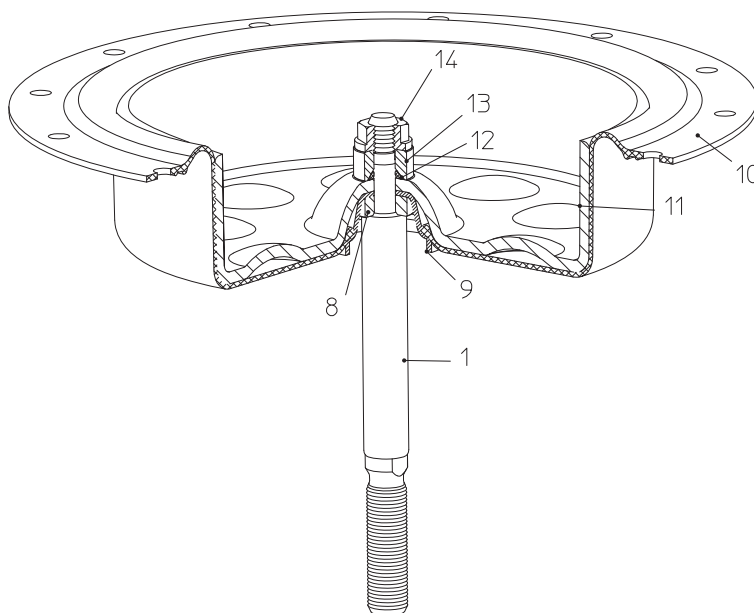
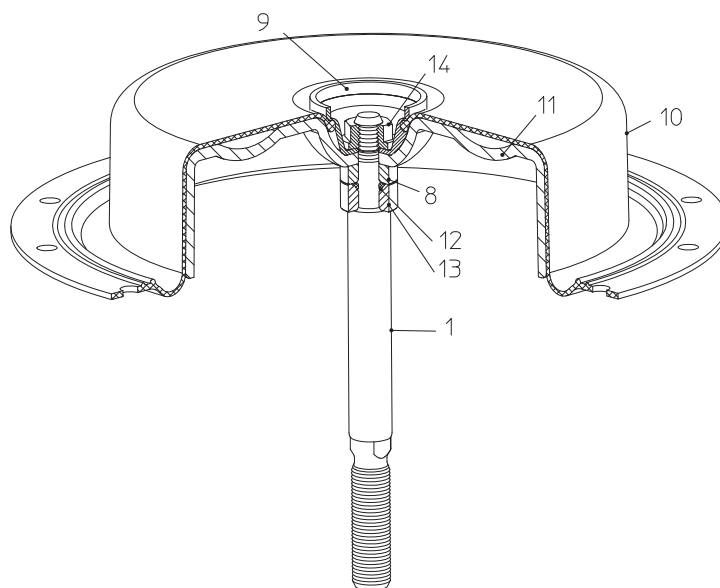
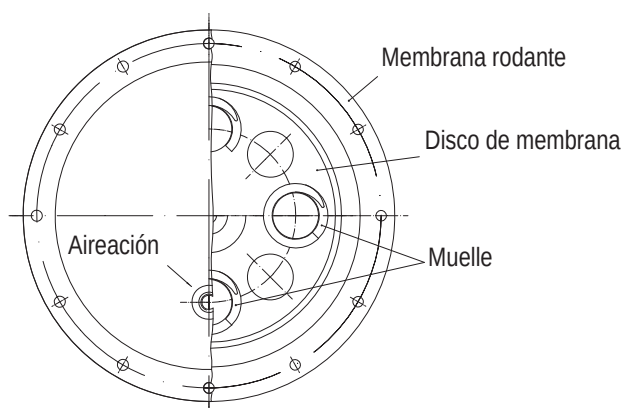

Fig. 21: „Vástago en posición extendida“
Fig. 22: „Vástago en posición retirada“
Fig. 23
- Al aplicar el módulo en el accionamiento para que actúe como „Vástago en posición extendida“, es preciso que se produzca una convexidad del disco de la membrana (pos. 11) con una perforación de la membrana rodante (pos. 10) exactamente por encima de la conexión de aire de la base de la membrana (pos. 7) (Fig. 21 y Fig. 23).
- Al aplicar el módulo en el accionamiento para que actúe como „Vástago en posición extendida“, es preciso que se produzca una convexidad del disco de la membrana (pos. 11) con una perforación de la membrana rodante (pos. 10) exactamente por encima de la conexión de aire del capote de la membrana (pos. 18) (Fig. 22 y Fig. 23).